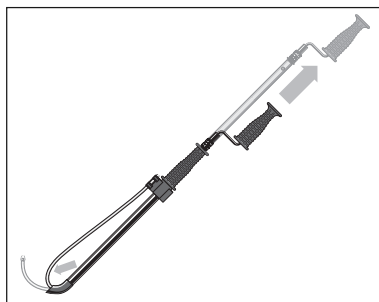

Figure 4 – Retrait du câble
5. Tirez sur la manivelle ou la perceuse pour ramener le câble dans son guide (*Figure 4*). Introduisez soigneusement le guide-câble dans l'urinoir ou autre conduit d'évacuation en penchant le tourniquet pour en faciliter l'insertion. L'extrémité du guide-câble doit être introduit dans la canalisation afin d'empêcher tout fouettement du câble et de l'outil de curage qui serait susceptible d'endommager la porcelaine.